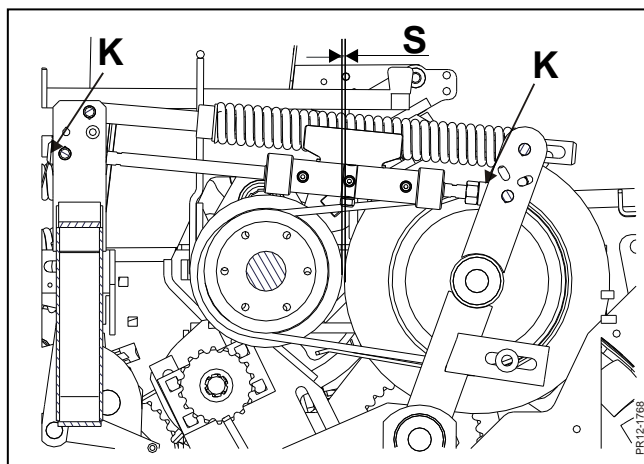

Fig. 4-24
**Fig. 4-24** I neutralstillingen skal der, med en ny gummiskive, være **S**= 2-3 mm afstand mellem gummiskive og stålfriktionsskive. Justering af neutralstillingen foretages ved cylinderens endestykker **K**. Det er ikke nødvendigt at justere for slid på gummiskiven. Cylinderen er trykløs når reverset står i "indføring".